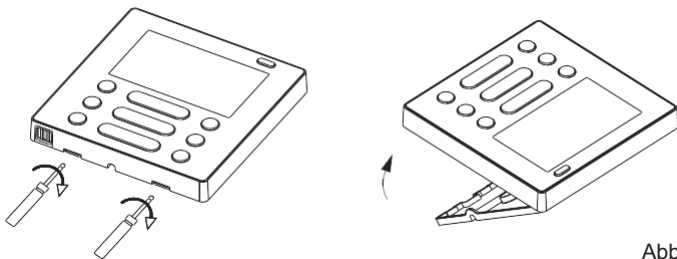

Abb. 3-5
4. Entnehmen Sie die Abdeckung der verkabelten Fernsteuerung der unteren Einheit mit dem Schlitzschraubenzieher. (Siehe Abb. 3-5)